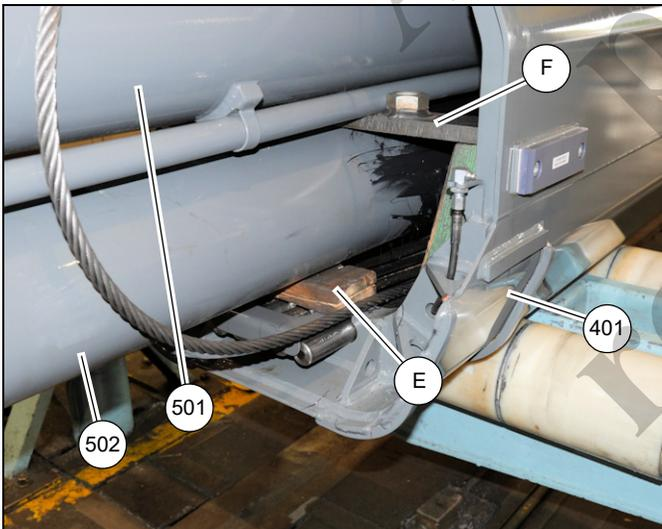

FIGURA 4-85
34. Posicione um bloco de madeira (E) na parte superior dos cinco cabos de extensão (6) na parte traseira do telescópio 3 (401) e posicione o cilindro telescópico nº 1 (502) no bloco de madeira. Usando blocos de madeira ou similares (F) em cada lado do cilindro telescópico nº 1 (502), calce o cilindro telescópico nº 2 (501) de maneira que ele não se apoie na parte superior do cilindro nº 1 (502) (consulte a Figura 4-85).